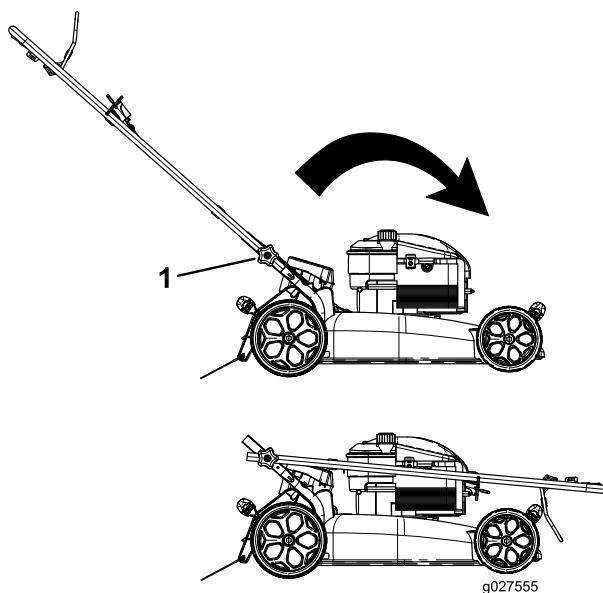

Figura 32
1. Solte os botões do manípulo até conseguir mover o manípulo livremente (Figura 32).
1. Botão do manípulo (2)
2. Mova o manípulo para frente, como indicado em (Figura 32).